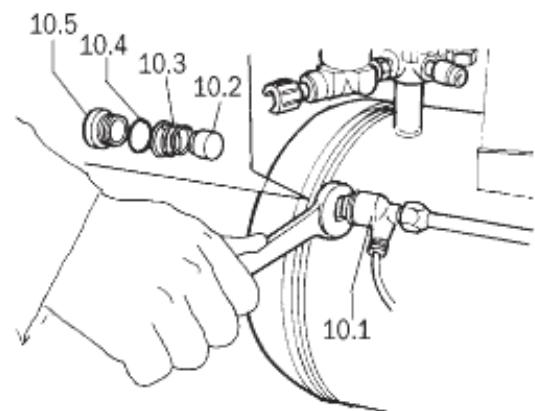

fig. 10
- **Mauvais fonctionnement de la vanne d'échappement du pressostat (fig.10).**
A - Résistance imparfaite de la soupape de retenue 10.1 (fig.10).